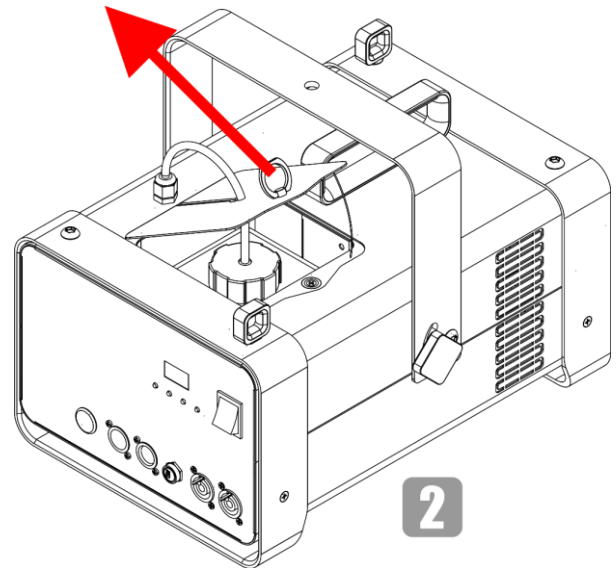

Fig. 10
- 02) Aprire il coperchio di servizio, come mostrato nella Fig. 10.